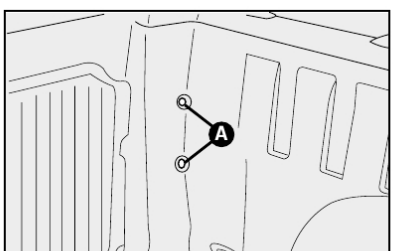

fig. 29
2) utilizando a chave de fenda, soltar os parafusos de fixação da lanterna **A-fig. 29**, aos quais se têm acesso pelo compartimento de carga;